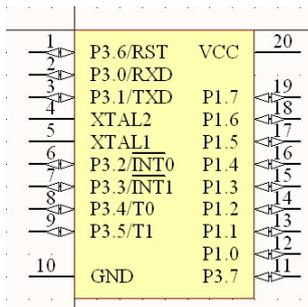

图 5-14 放置所有引脚
(7) 按照同样的操作，或者使用阵列粘贴功能，完成其余的 19 个引脚放置，并设置好相应的属性，如图 5-14 所示。